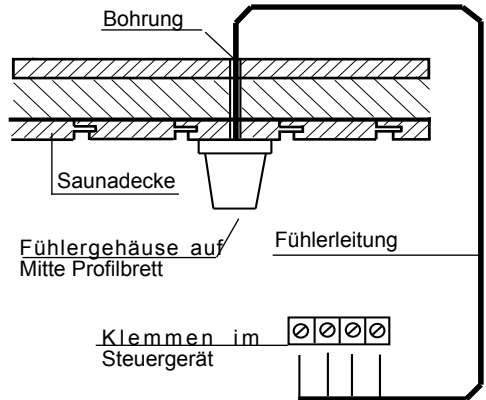

Abb. 11
- Führen Sie die Fühlerkabel durch das gebohrte Loch und schließen Sie die Fühlerleitung gemäß Abb. 11 an.